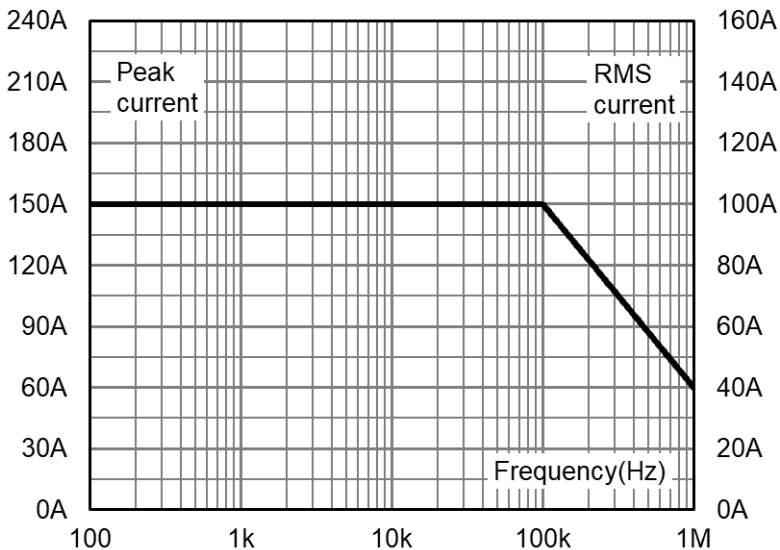

図 11: 最大電流 vs 周波数
*周波数によりディレーティングが必要です。図 11 の範囲内でご使用ください。